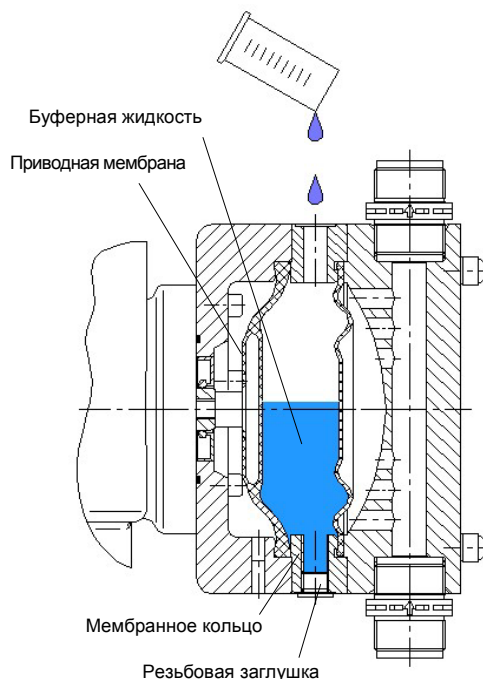

Рис. 62
- установить длину хода на 100%. Мембрану следует поместить в заднее положение (см. рис. 62).